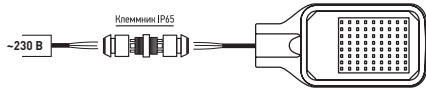

Рисунок 1. Схема подключения светильника к сети 230В.
3.3.2. Этот провод необходимо подключить к проводу источника питания с помощью клеммника в соответствии со схемой, изображенной на рис. 1.